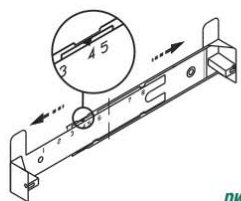

рис. 5
- прежде чем прикрепить кронштейн к стене, необходимо выставить кронштейн на нужный размер (равный ширине верхней фальштрубы) рис. 5. Увеличьте размер кронштейна (если это необходимо), раздвинув его, и установите фиксатор напротив цифры, соответствующей Вашему зонту (см табл.3, графа N).